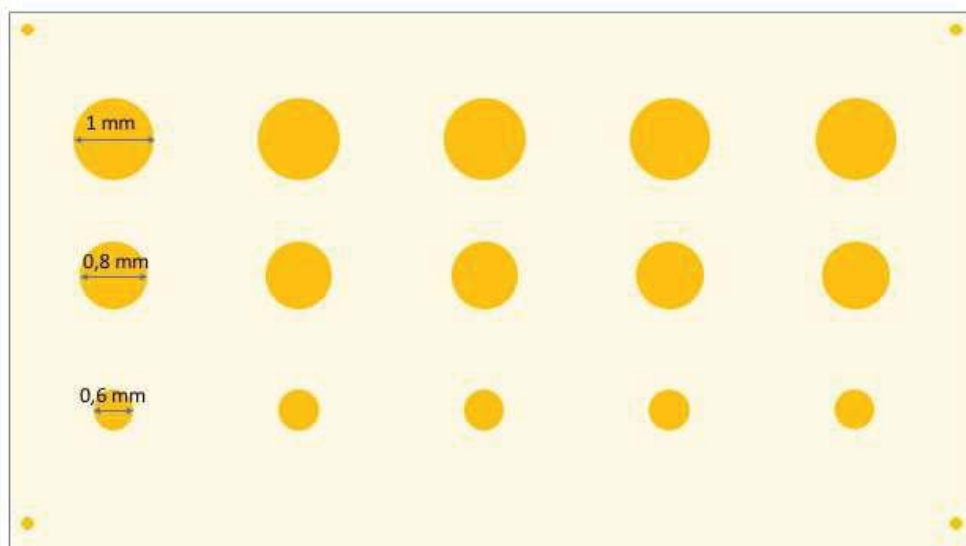

Figura 2. Máscara
- Laboratorio completo con alineadora de máscaras UV, spinner, hornos y hot plate, resinas de todo tipo, todos los productos químicos necesarios y máscara para la alineadora con los motivos circulares (ver figura 2).